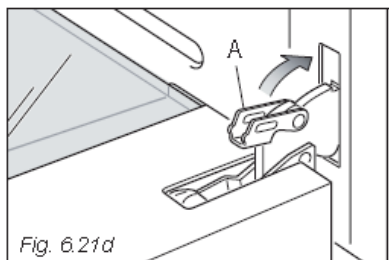

Fig. 6.21d
- d. Desbloqueie a porta do forno, abrindo-a completamente e fechando a alavanca “A” nas dobradiças esquerda e direita (fig. 6.21d).